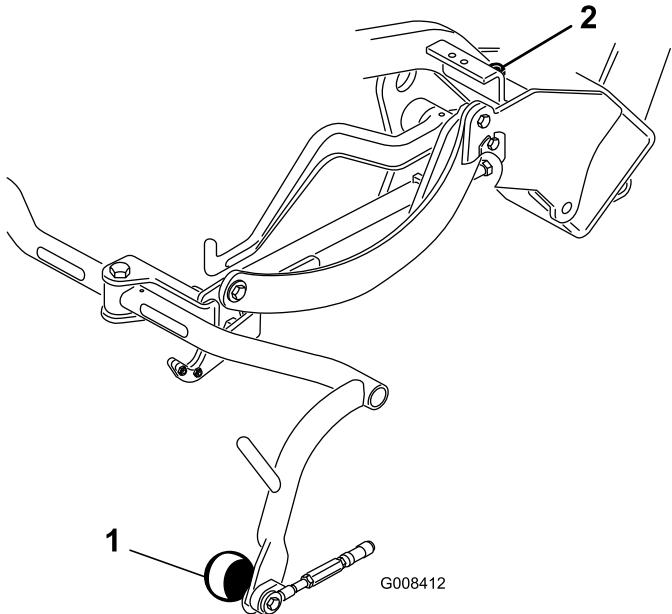

Figura 10
3. Se è necessario eseguire una regolazione, allentate il controdado sulla vite di arresto del telaio portante (Figura 10) e ruotate la vite verso l'alto o verso il basso per sollevare o abbassare il telaio. Dopo la regolazione serrate il controdado.